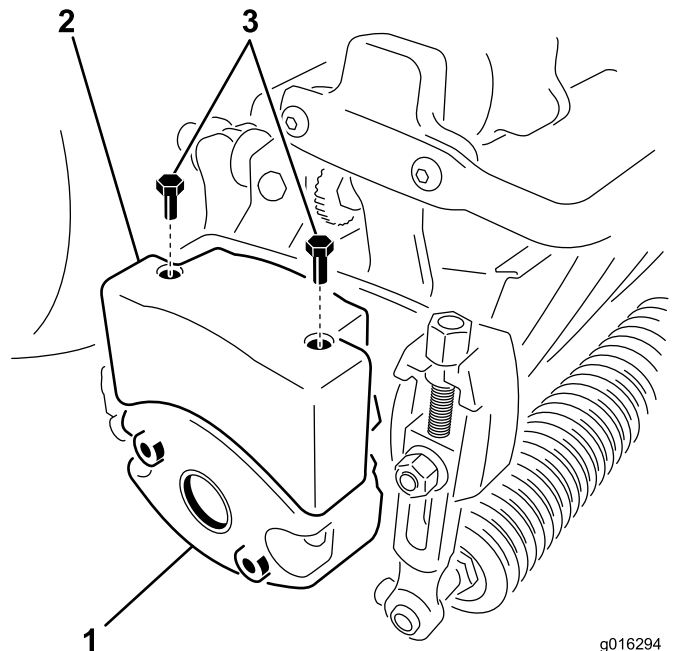

Figura 10
4. Remova os 2 parafusos que fixam o peso ao lado da unidade de corte (Figura 10).
6. Instale o peso superior na unidade de corte utilizando 2 parafusos de cabeça sextavada (Figura 10).